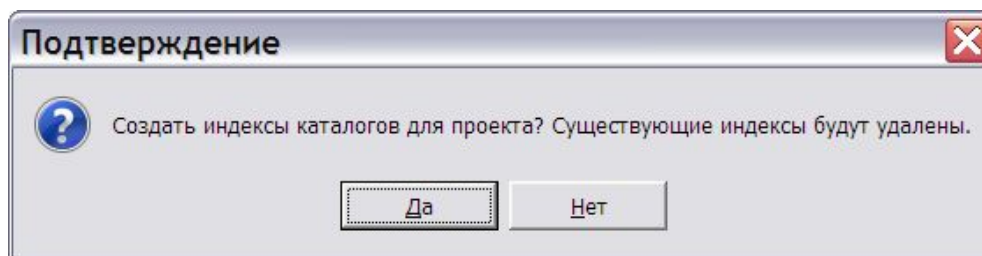

Рис. 4.80
4. Нажмите на кнопку . После этого появится окно с запросом подтверждения создания индексов (Рис. 4.80).